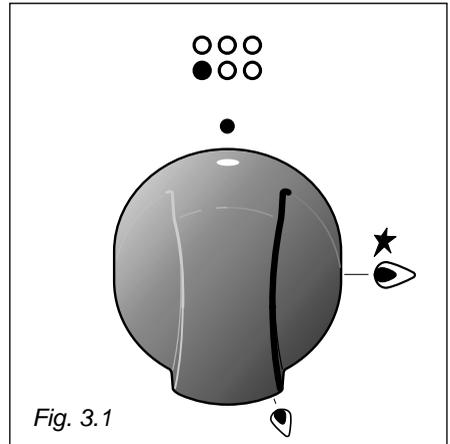
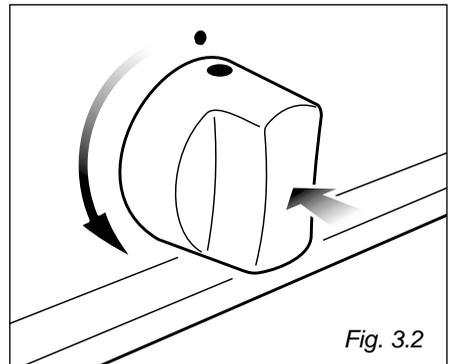

Fig. 3.1
Fig. 3.2
La entrada de gas en los quemadores esta regulada por las empuñaduras de la fig. 3.1.
- 1 – Gire el botón del grifo en sentido antihorario (fig. 3.2), hasta la capacidad máxima (llama grande ✖ fig. 3.1), y manténgalo presionado, se obtendrá la activación del encendido. Si falta corriente eléctrica, acerque una llama al quemador.